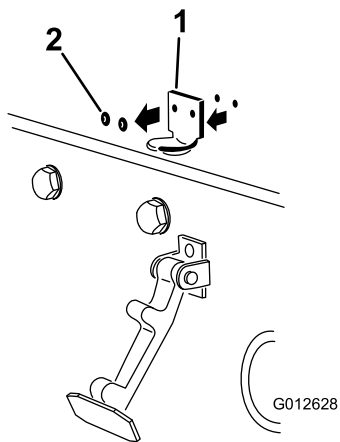

Рисунок 7
2. Снимите 2 (две) заклепки крепления кронштейна защелки капота к капоту (Рисунок 7). Снимите кронштейн защелки капота с капота.